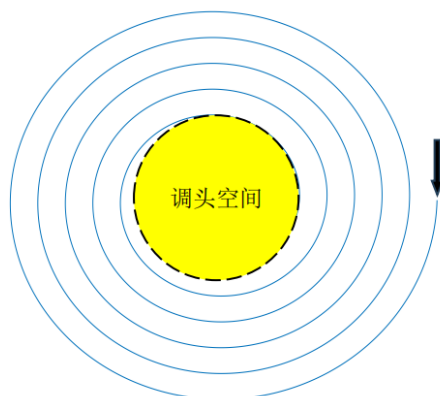

图 5
- 从盘入到盘出，舞龙队将由顺时针盘入调头切换为逆时针盘出，这需要一定的调头空间。若调头空间是以螺线中心为圆心、直径为 9 m 的圆形区域（见图 5），请确定最小螺距，使得龙头前把手能够沿着相应的螺线盘入到调头空间的边界。